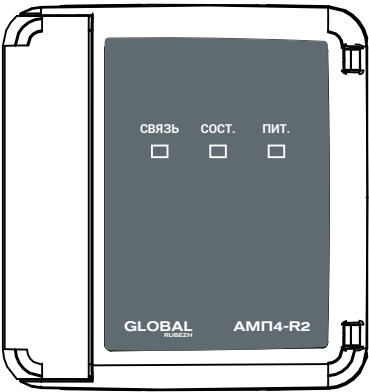

Рисунок 1
- 5.1 Адресная метка пожарная конструктивно выполнена в пластмассовом корпусе. Корпус состоит из двух частей – основания и крышки (рисунок 1).